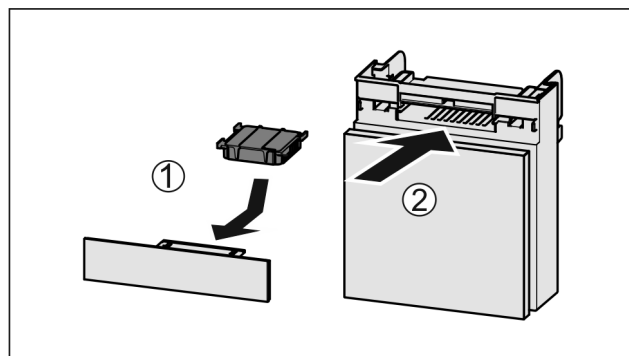

Fig. 137
- Insérer le filtre à charbon actif d'après le schéma Fig. 137 (1).
- Insérer le compartiment Fig. 137 (2).